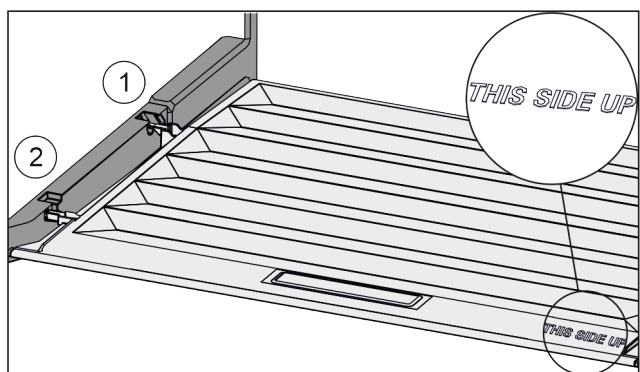

*Fig. 98*
- ▶ Deslice la tapa hacia delante hasta la abertura de las piezas de sujeción *Fig. 98 (1)*.
- ▶ Levántela por detrás desde abajo y retírela tirando hacia arriba *Fig. 98 (2)*.